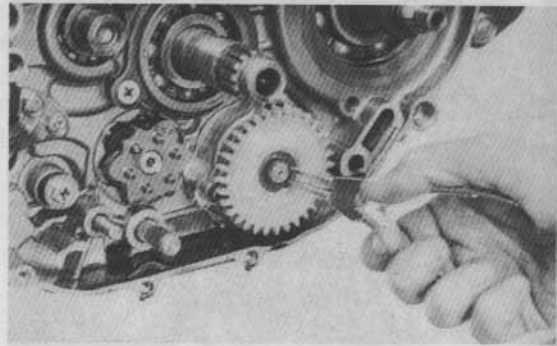

Bild 101
- Auf Pumpenrückseite der Ölpumpe Schraube (Bild 101) ausdrehen und Gehäuse gegebenenfalls mit leichten Gummihammerschlägen trennen. Auf Pass- und Mitnehmerstifte achten!